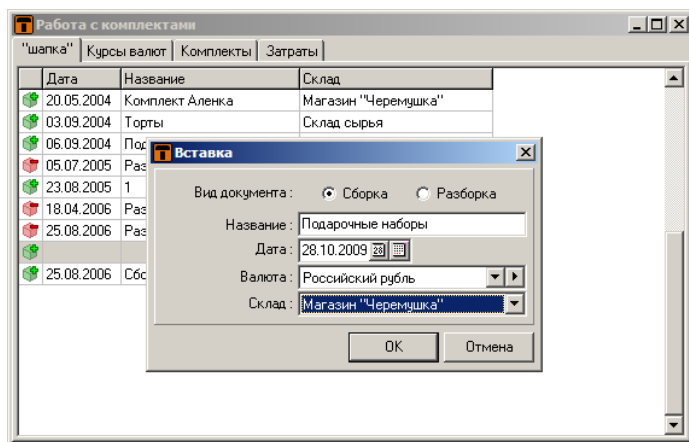

Рис. 80. Внесение первичных данных для сборки комплекта
- На закладке «Шапка» вызовите правой кнопкой мыши всплывающее меню и выберите в нем пункт «Добавить». В открывшемся окне «Вставка» (рис. 80) заполните следующие поля: